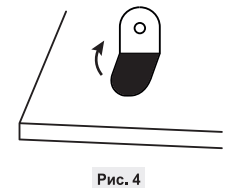

Рис. 4
6.2. Для подвесного монтажа следует использовать отгибающиеся установочные ушки на задней поверхности панели (Рис. 4). Присоединение питания аналогично предыдущим пунктам.